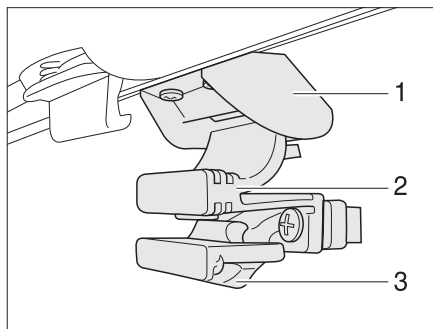

Bild 49 Fönster i ingångsdörren
Öppna fönstret: ■ Tryck säkringen (Bild 49,3) bakåt.
■ Tryck ihop handtaget (Bild 49,2) och skjut fönstret neråt.
Stänga fönstret: ■ Skjut fönstret uppåt tills handtaget (Bild 49,2) snäpper fast i låset (Bild 49,1).